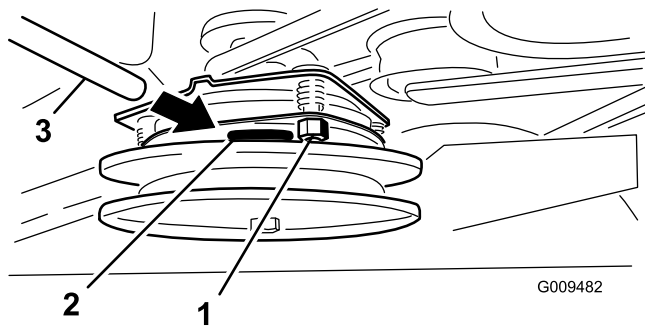

Bild 55
2. Sollte eine Einstellung erforderlich sein, stellen Sie 0,381 mm für jede der drei Einstellungsschlitzpositionen ein. Ziehen Sie die Sicherungsmuttern fest, bis die Fühlerlehre etwas fest sitzt, jedoch leicht bewegt werden kann (Bild 55).